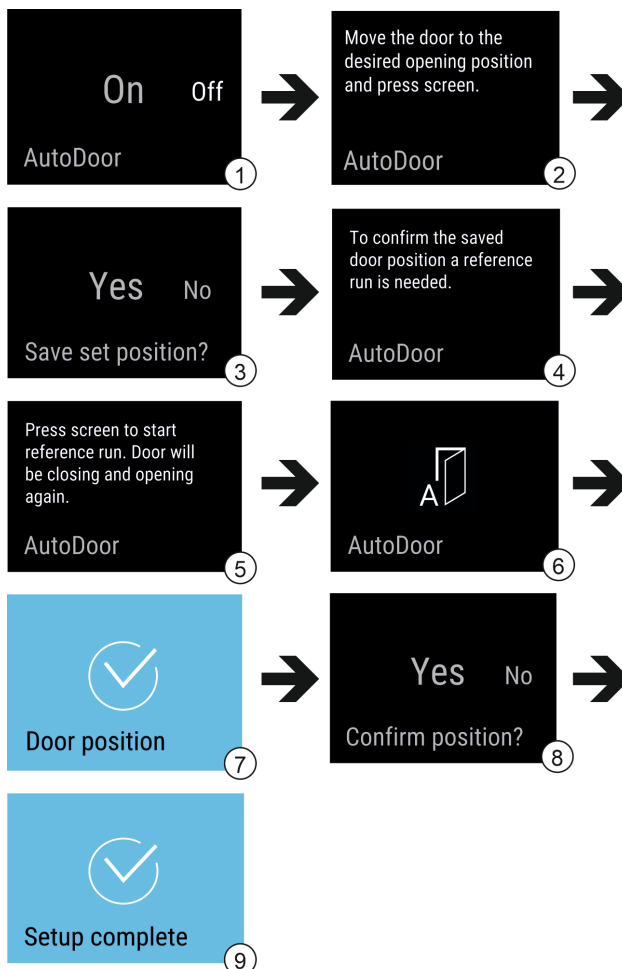

Fig. 14 Vzorové zobrazenie indikácií v anglickom jazyku
- Aktivácia AutoDoor: Potiahnite indikáciu na displeji prstom na On. Fig. 14 (1)
- Stlačte displej na 3 sekundy. Fig. 14 (2)
- Konfigurácia uhla otvárania dverí: Otvorte dvere minimálne na 70°. Fig. 14 (3)
- Potvrdenie uhla otvárania dverí: Ťuknite na hlásenie na displeji. Fig. 14 (3)
- Spustenie referenčnej jazdy: Ťuknite na displej. Fig. 14 (5)
- ▷ Displej bliká. Fig. 14 (6)
- ▷ Referenčná jazda je úspešná: Displej na 2 sekundy zmodrie. Fig. 14 (7)
- Potvrďte uhol otvárania dverí. Fig. 14 (8)
- ▷ Displej zmodrie. Fig. 14 (9)